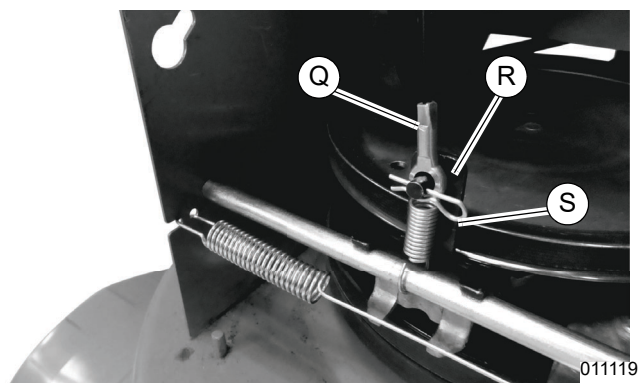

Figura 4-36. Instalación del cable de tracción
10. Consulte la **Figura 4-36**. Instale el cable de tracción (Q) en el soporte de transmisión de tracción (R) y el pasador (S).